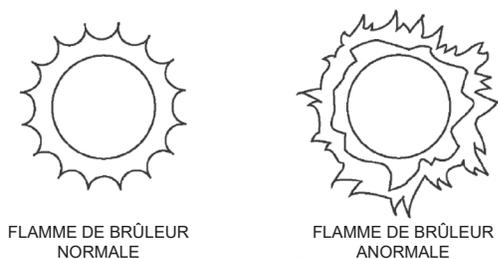

Figure 79. Flammes de brûleur normales et anormales
- Ne pas présenter de décrochage excessif des flammes par rapport aux orifices du brûleur. Voir **Figure 79**.